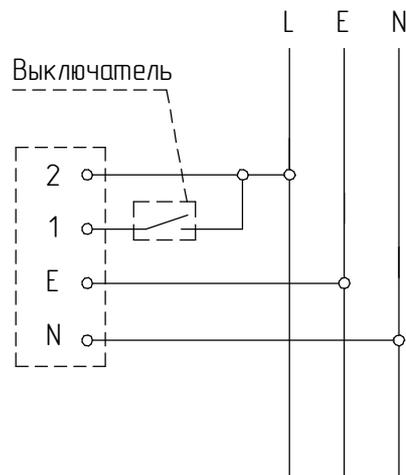

Рисунок 3 - Схема подключения светильника с аварийным блоком питания к сети
5.7 Подсоедините корпус к сети. Проверьте надежность заземления (рис. 3).
5.8 Подключение светильника с аварийным блоком питания производить согласно схеме (рисунок 3). Подключите фазовый провод некоммутированной сети освещения (т.е. между фидером и светильником не должно быть никаких выключателей, кроме автоматов защиты) к клемме 2, а *фазовый провод* коммутированной сети к клемме 1.